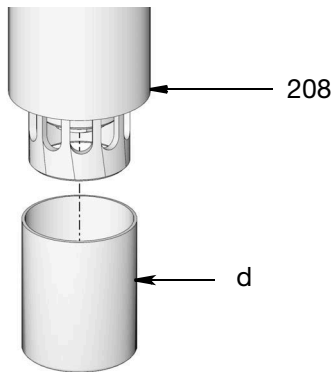

图 6
- 从泵下管 (208) 上拆下保护盖 (d) (图 6)。把盖丢弃。